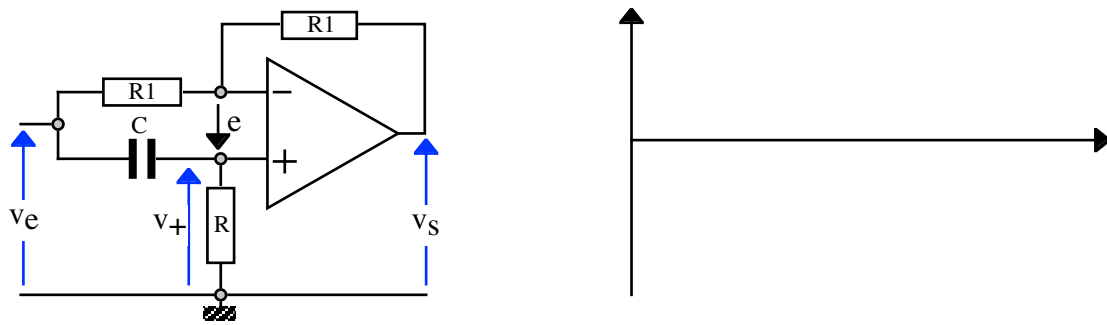

Figure 4
- 4) Déterminer l'expression du module et de l'argument du gain en tension du montage de la figure 4.
Tous les montages proposés utilisent des amplificateurs opérationnels parfaits qui sont excités par un générateur sinusoïdal $e_g = E_{gm} \sin(\omega.t)$ (sauf le montage de la figure 4).